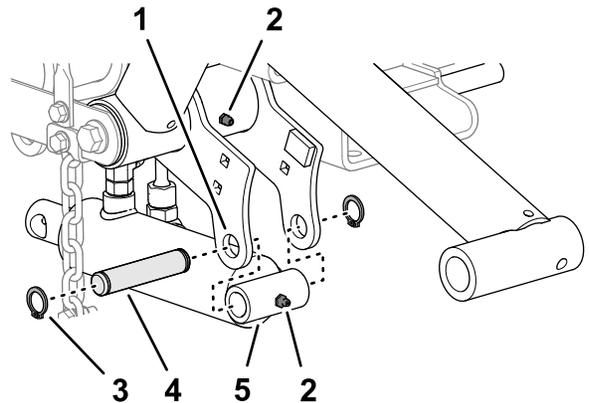

图 12
1. 将提升油缸的帽端与左提升臂法兰中的孔对齐图 12。
2. 使用安装销和 2 个卡环将油缸组装到法兰上图 12。
3. 在提升臂和液压油缸的黄油嘴上涂抹 2 号锂基润滑脂图 12。